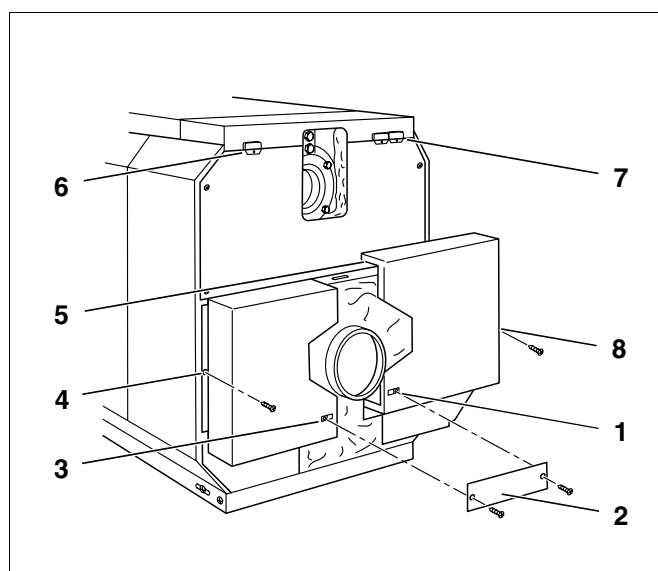

Fig. 55 Montage - éléments de la paroi arrière de la chaudière
- Insérer les écrous à déclic dans les parois latérales droite et gauche ainsi que dans les éléments des parois arrière de la chaudière (fig. 55, **pos. 1, 3, 4 et 8**).
- Accrocher les parties inférieures de la paroi arrière de la chaudière à gauche et à droite dans les fentes du bord replié de la paroi arrière supérieure de la chaudière et de la paroi latérale (fig. 55, **pos. 5**).
- Fixer les tôles de la paroi arrière de la chaudière sur les parois latérales à l'aide de vis Parker. Visser la tôle de liaison (fig. 55, **pos. 2**) sous la buse des fumées, sur les deux parois arrière de la chaudière à l'aide de vis Parker.
- Visser le passe-câbles en plastique au choix à gauche ou à droite de la paroi arrière supérieure de la chaudière (fig. 55, **pos. 5 et 6**).